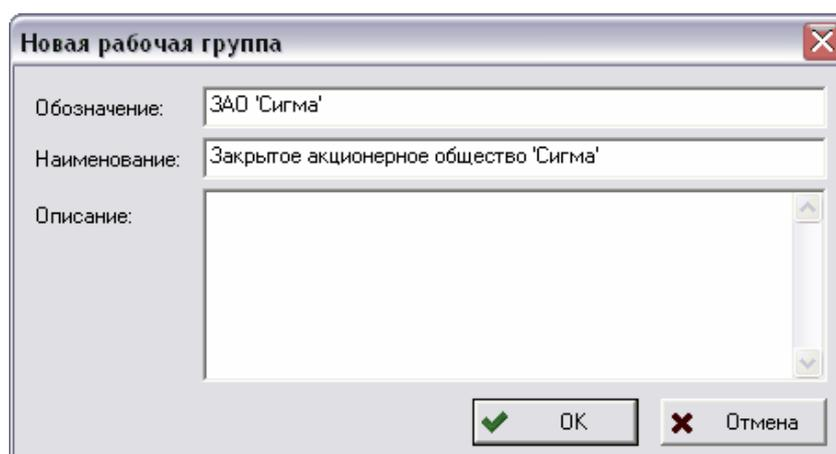

Рис. 37. Создание новой рабочей группы
3. В контекстном меню выберите команду **Создать описание рабочей группы**. После этого откроется окно **Новая рабочая группа** (Рис. 37).